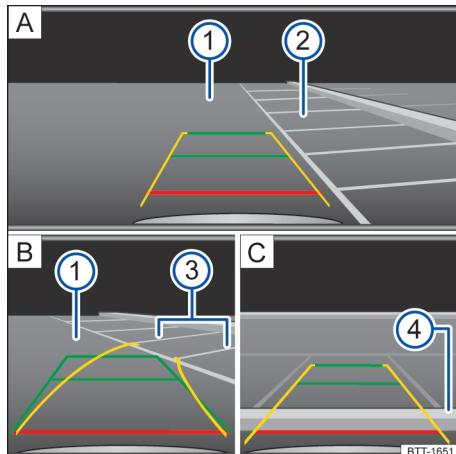

Fig. 160 Exibição do display do sistema Infotainment: estacionar com a câmera de marcha a ré.
Legenda para → Fig. 160:
- Posicionar o veículo em frente à vaga de estacionamento → Fig. 160 [A] (2).
- Dirigir de modo que as linhas amarelas conduzam à vaga de estacionamento. As linhas verdes e amarelas devem coincidir com as linhas de limitação laterais → Fig. 160 [B] (3).
- Parar quando a linha vermelha alcançar o limite traseiro → Fig. 160 [C] (4).